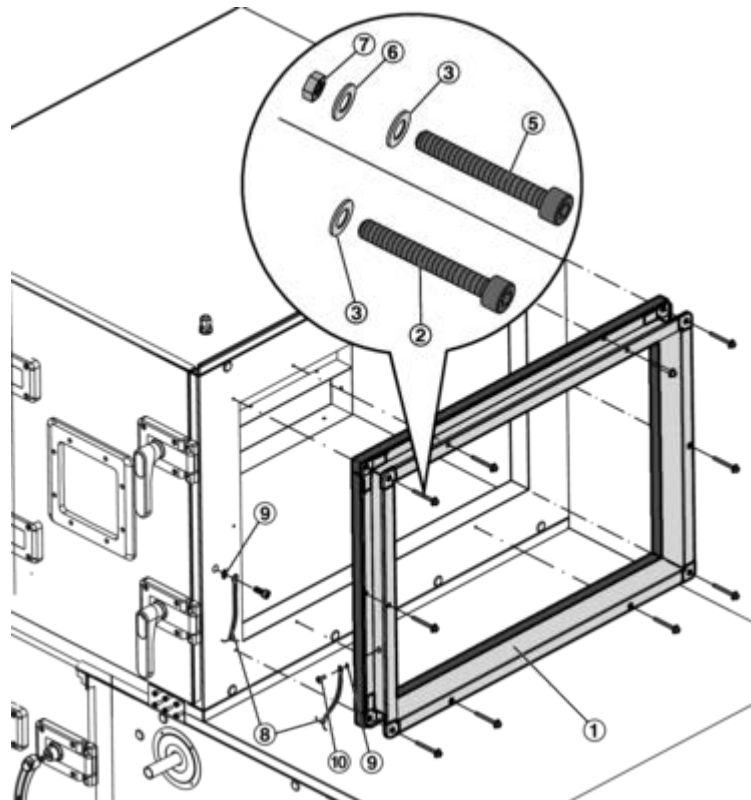

Fig. 16: Fijación del bastidor auxiliar de conexión
①	Boca de conexión
②	Tornillo de cabeza M6 × 40	A00000055910	A00000055911	–	–
③	Arandela Ød 6,4	M332AA3	M333AA3	M332AA3	M333AA3
⑤	Tornillo de cabeza M6 × 40	–	–	A00000018868	A00000056190
⑥	Arandela Ød 6,4	–	–	M332AF9	M333AC3
⑦	Tuerca M6	–	–	M332AD6	M323AA3
⑧	Cable de tierra	A00000026651
⑨	Arandela de seguridad, dentada	M332KB4	A00000045194	M332KB4	A00000045194
⑩	Tornillo de cabeza M6 × 12	M852AC6
⑪	Tornillo de cabeza M6 × 30	M852AC4
- ▶ Coloque el bastidor auxiliar de conexión (Fig. 16 /1) con la junta perimetral orientada hacia la UTA y fíjelo con tornillos de rosca (Fig. 16 /2), juntas de goma (Fig. 16 /4) y arandelas (Fig. 16 /3).
Si el bastidor auxiliar de conexión debe fijarse a una compuerta de regulación multilama, utilice los tornillos (Fig. 16 /5), arandelas (Fig. 16 /3 y 6) y tuercas (Fig. 16 /7) suministrados.
- ▶ Fije un ojo del cable de tierra (Fig. 16 /8) con un tornillo de cabeza plana M6 × 12 (Fig. 16 /10) y una arandela de seguridad dentada (Fig. 16 /9) al conector aislante del ruido.
- ▶ Fije el otro extremo del cable de tierra con un tornillo de cabeza cilíndrica M6 × 30 (Fig. 16 /11) y una arandela de seguridad dentada a través de la chapa del panel al marco tubular de la unidad de tratamiento de aire.